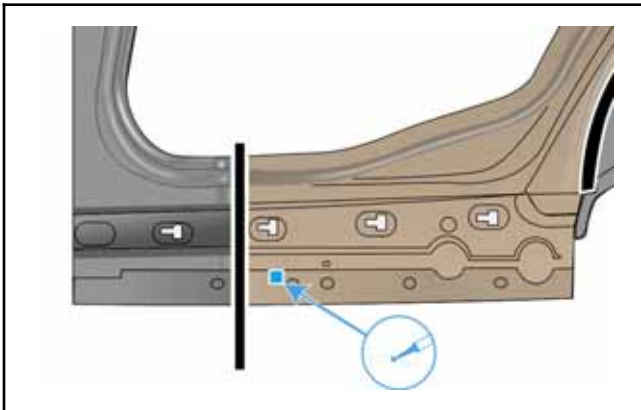

Bild 8: Schweller Klebeverbindung mit Dichtmasse
- Tragen Sie auf die Schaumformteile und im Bereich des Schwellers (Bild 8) Dichtmasse auf.